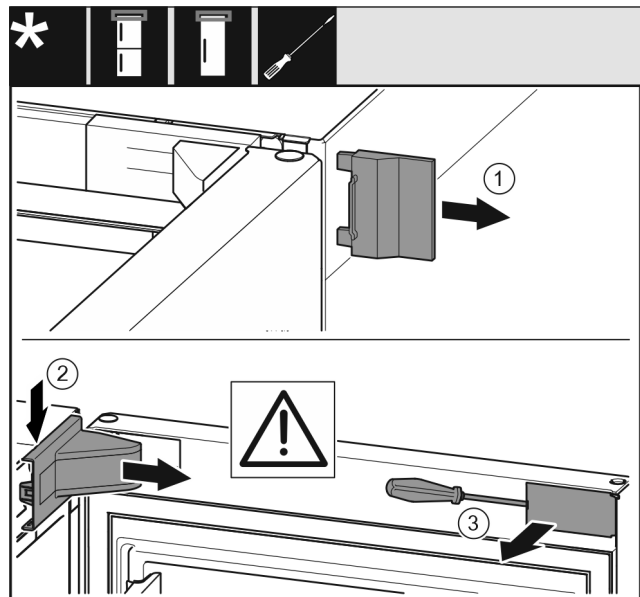

Fig. 5
- ▶ Fjern det ytre dekselet. Fig. 5 (1)
- ▶ Frigjør og løsne lagerbukkdekselet. Ta av lagerbukkdekselet. Fig. 5 (2)
- ▶ Klikk ut panelet og sving det til side med en skrutrekker. Fig. 5 (3)